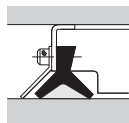

图2 加强滑动片
- (3) 暴露于有切削屑或焊渣的地方, 必要采用如伸缩防尘罩罩、圆形软式伸缩罩等防尘盖, 或如图2所示采用金属板加强的滑动片。